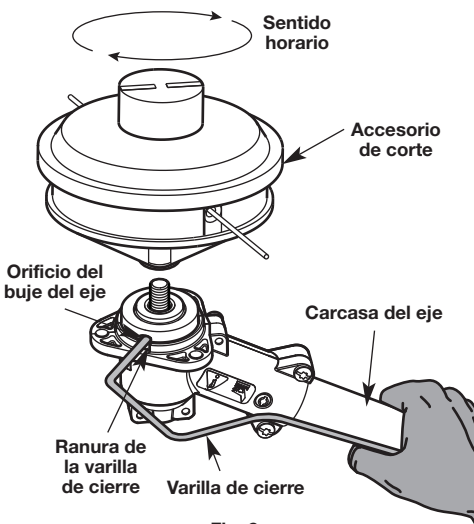

Fig. 8
- Mientras sujeta la varilla de traba, saque el accesorio de corte desenroscándolo en sentido de las agujas del reloj (Fig. 8). Guarde el accesorio de corte para uso futuro.